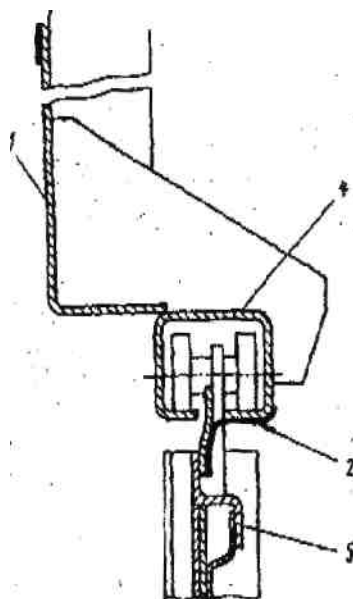

Рис. 8.6. Заделка щелей в верхней части дверного проема
2.5 Заделка щелей верхней части дверного проема вагона (рис. 8.6) производится после его загрузки путем наклеивания стеклоткани в местах соединения обвязки крыши с продольной балкой стены над дверным проемом и створки двери с рельсом.